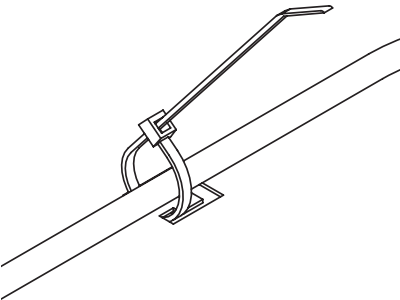

Fig. 143 Fissare i cavi con una fascetta per cavi come scarico della trazione
► Fissare tutti i cavi alla linguetta punzonata con una fascetta per cavi come scarico della trazione – Fig. 143.